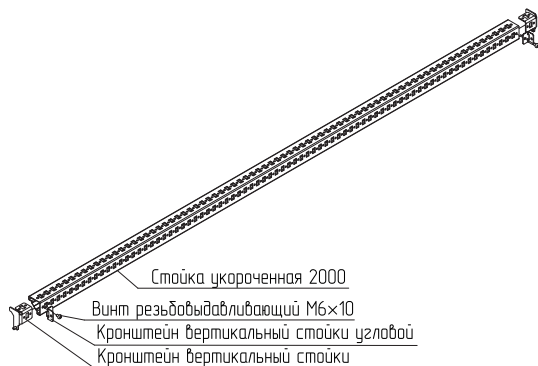

Рисунок 2
4.1.2 Надеть кронштейны вертикальной стойки на торцы стойки, установить кронштейны вертикальной стойки угловые и закрепить винтами M6x10 (рисунок 2). Момент затяжки – 7 Н·м.